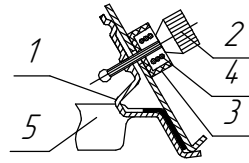

Рисунок 6: 1. Скоба;
6.1.8 Ослабьте винты поз.2 на отражателе, поверните скобы поз. 1 и расположите их вдоль отражателя, установите решетку поз. 5 и прижмите ее скобами к отражателю, затяните винты (для исполнения светильника с решеткой, рисунок 6).